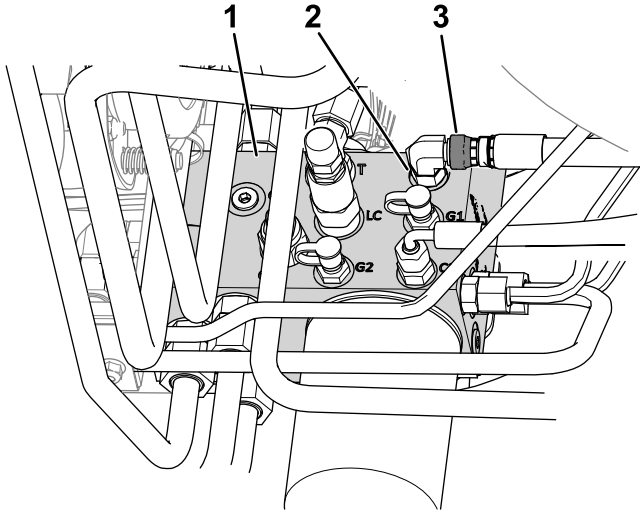

図 8
B. 油圧マニホールドのポート C1 に接続されているホースのスイベルナットをゆるめる 図 8。
E. ホースのスイベルナットポート C1 図 8 を 41 N·m 4.2 kg·m = 30 ft·lb にトルク締めする。